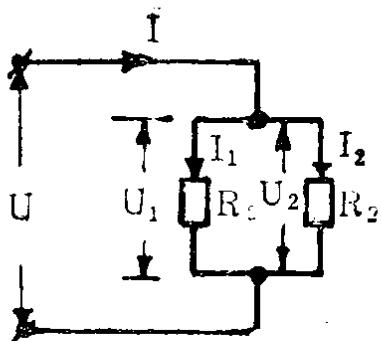

图 1-5 电阻并联电路
2. 并联电路 并联电路见图1-5。把两个或两个以上的负载(电阻)首与首，尾与尾连接在一起的电路，称并联电路。照明电路、工厂用电设备往往都是采用并联在电路中的。并联电路的特点：